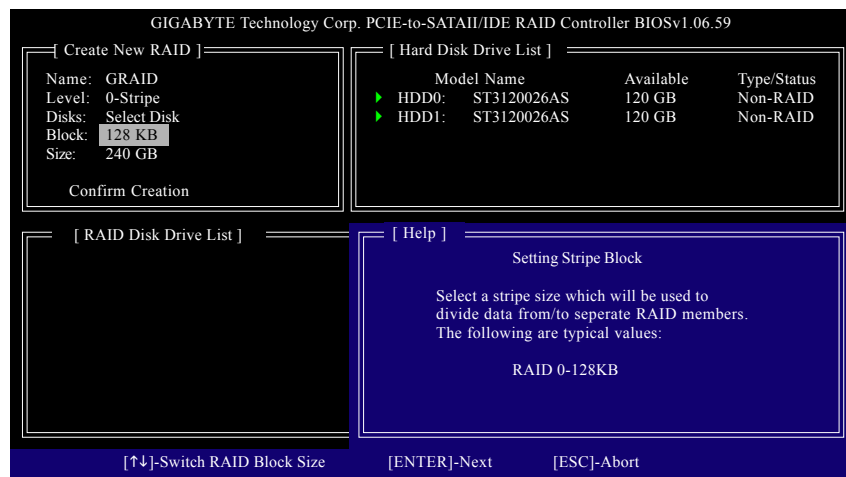

図 6
4. **ブロックサイズの設定 (RAID 0 のみ)**: Block アイテムの下で、上または下矢印キーを使用してストライプブロックサイズを 4 KB ~ 128 KB の間で選択します (図 6)。<Enter> を押します。